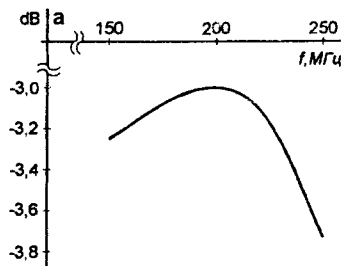

Рис. 3
- малые потери на выбранной частоте (рис.3). Теоретически величина потерь составляет 3 дБ (при отсутствии потерь в реактивных элементах);